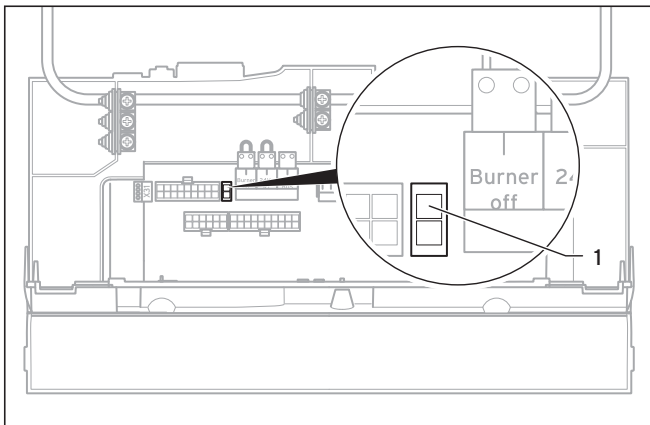

Fig. 2.4 Udskiftning af kodningsmodstand
- Mens du skruer omløbermøtrikkerne fast ved gasarmaturet, skal du holde imod med en gaffelnøgle på den modsatte side af gasarmaturet (5) og (6).
- Clips dækslet på bagsiden (2) af elektronikboksen ud af holderen på elektronikboksen (3).
- Tag den gamle kodningsmodstand (1, Fig. 2.4) ud.